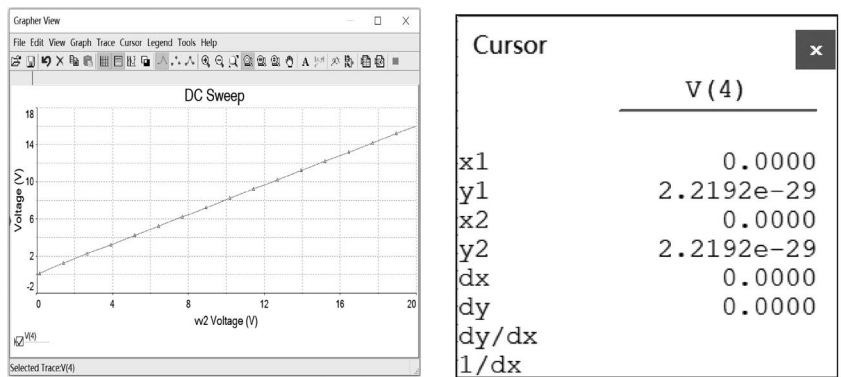

图 5.8.4 直流扫描分析结果
(3) 打开 Output 选项卡,选定节点 4。单击 Run 按钮,得到分析结果。如图 5.8.4 所示。